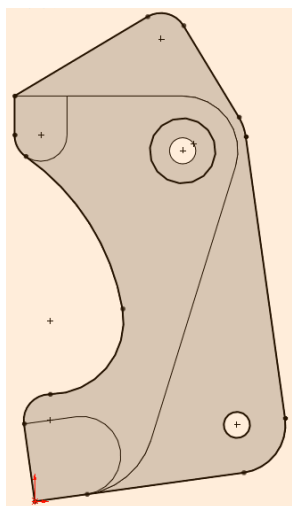

图 13-240 绘制草图 4
(10) 创建基准平面 3。在左侧的“FeatureManager 设计树”中用鼠标选择“前视基准面”作为绘制图形的基准面。单击“参考几何体”工具栏中的（基准面）按钮，弹出“基准面”属性管理器，在“偏移距离”文本框中输入距离为“115 mm”，单击属性管理器中的（确定）按钮。
(11) 绘制草图 4。在左侧的“FeatureManager 设计树”中用鼠标选择“基准面 3”作为绘制图形的基准面。单击“草图”工具栏中的（实体引用）按钮，绘制如图 13-240 所示。